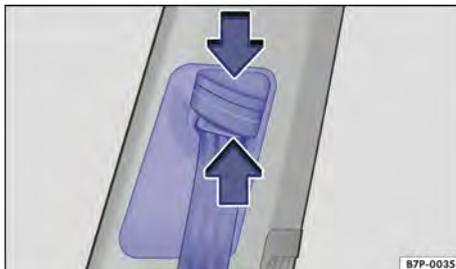

Fig. 13 Ao lado dos bancos dianteiros: regulagem de altura do cinto de segurança. ►
- Pressionar o dispositivo regulador no sentido da seta e mantê-lo pressionado → Fig. 13.